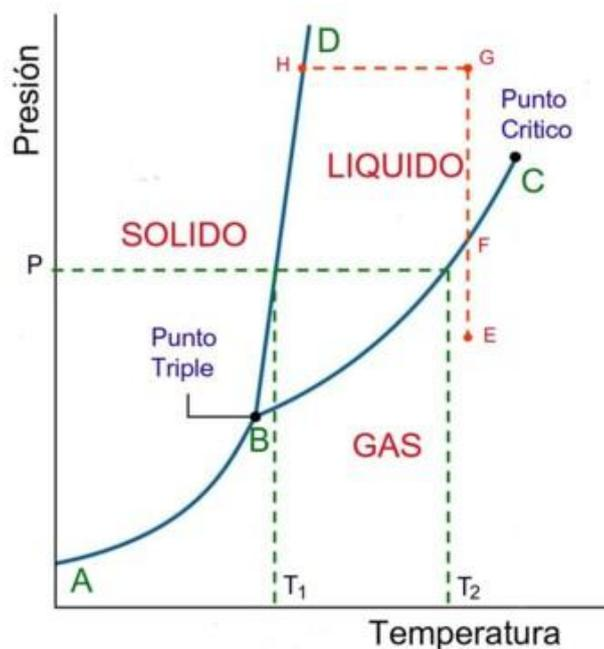

Figura 6. Diagrama de fases de una sustancia
7.1. En la figura 6 se muestra el diagrama de fases de una sustancia pura:
7.1.4. Dada una presión P (ver figura 6), sus puntos de corte con las curvas BD y BC corresponden con:
Compara la curva de fusión del agua con la curva de fusión de la substancia genérica de la figura 6.